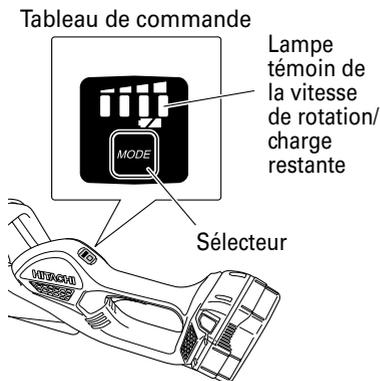

Fig. 8
5. Indicateur de charge restante (Fig. 8)